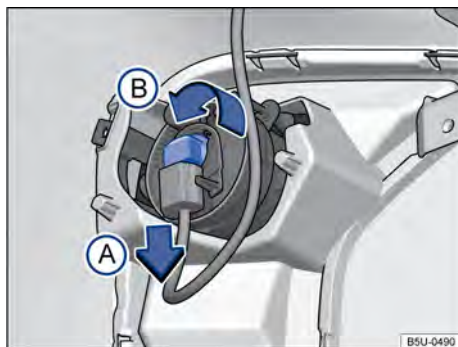

Fig. 137 Detrás del paragolpes delantero: acceso a la lámpara incandescente del farol de neblina.
- ① Observar la lista de control y ejecutar las acciones → pág. 156.
- ② Desenganchar el conector de alimentación de la lámpara → fig. 137 en el sentido de la flecha (A), y presionar, al mismo tiempo, la traba de fijación del conector.
- ③ Girar el portalámparas → fig. 137, en el sentido antihorario de la flecha (B), y desengancharlo del alojamiento.
- ④ La lámpara del faro antiniebla está fijada en el portalámparas, debiendo cambiarse el conjunto de lámpara y portalámparas
- ⑤ Cambiar la bombilla quemada por una bombilla nueva del mismo modelo.
- ⑥ Posicionar el nuevo conjunto de lámpara y portalámparas en el alojamiento.
- ⑦ Presionar el portalámparas hasta el tope y girarlo en sentido horario. ▶
- ⑧ Cerciorarse de que el portalámparas esté correctamente fijado en el conjunto.
- ⑨ Encajar el conector de alimentación de la lámpara.